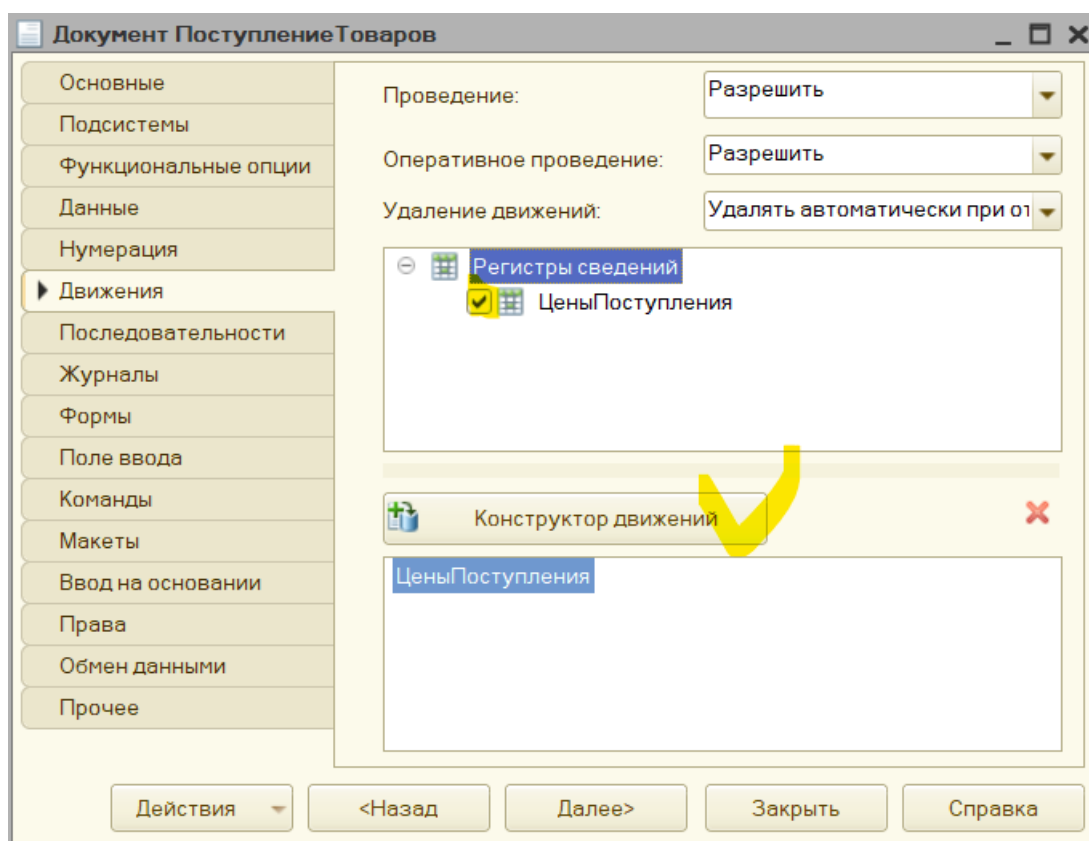

Рис. 3.16. Вкладка Движения документа «Поступление товаров»
1. Открываем документ «Поступление товаров» в режиме «Конфигуратор» и переходим на вкладку «Движения» (рис. 3.16).